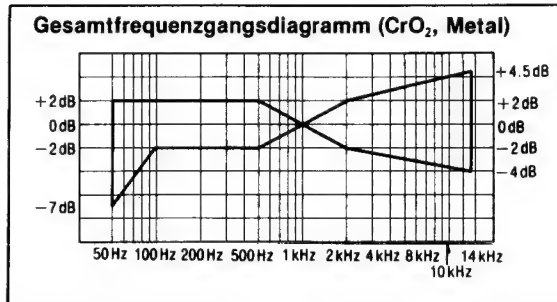

Fig. 14
8. Testband QZZCRX einlegen, und Signale von 50Hz, 100Hz, 200Hz, 500Hz, 1kHz, 4kHz, 8kHz, 10kHz, 12,5kHz und 14kHz aufzeichnen; Anschliessend die Signale wiedergeben und prüfen, ob die Kurve innerhalb des Bereichs liegt, der im Gesamtfrequenzgang-Diagramm für das CrO₂ Band dargestellt ist. (Fig. 14.)
9. Gerät auf Betriebsart "Metallband" schalten. Testband QZZCRZ einlegen und Signale von 50Hz, 100Hz, 200Hz, 500Hz, 1kHz, 4kHz, 8kHz, 10kHz, 12,5kHz und 14kHz aufnehmen. Anschliessend die Signale wiedergeben und prüfen, ob die Kurve innerhalb des Bereichs im Gesamtfrequenzgangdiagramm für Metallband liegt. (Fig. 14.)